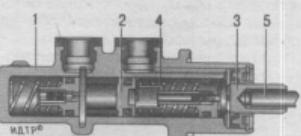

Рис. 10.6. Главный цилиндр: 1 – корпус цилиндра; 2, 3 – поршни привода контуров тормозов; 4 – распорная шайба; 5 – толкатель
**Главный тормозной цилиндр** (рис. 10.6) двухсекционный, с последовательным расположением поршней. На корпусе главного цилиндра закреплен бачок, в наливной горловине